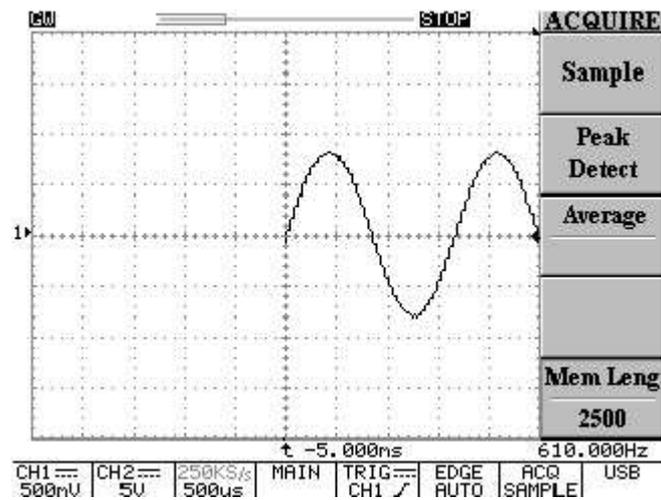

Figure 5-10: Diminution du retard
(1): Polarité positive. Le déclenchement se fera sur le front descendant de l'impulsion si la condition définie est remplie (voir figure 5-10).
(2): Polarité négative. Le déclenchement se fera sur le front montant de l'impulsion si la condition définie est remplie (voir figure 5-10).